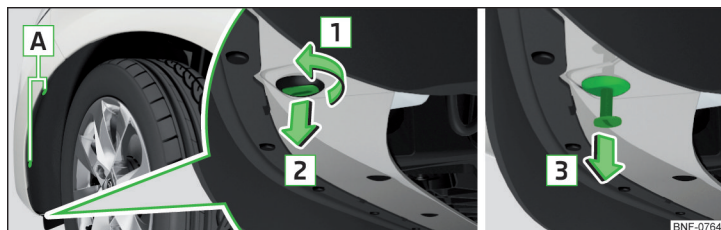

Bild 176 Ta bort hjulhuspanelen
- Med skruvmejseln från verktygssatsen ska du skruva loss skruvarna **A** » bild 176 ur hjulhuspanelen.
- Sätt i den del av sprängniten som är försedd med en slits mot pilens riktning **2** och vrid ett kvarts varv i pilens riktning **1** » bild 176.